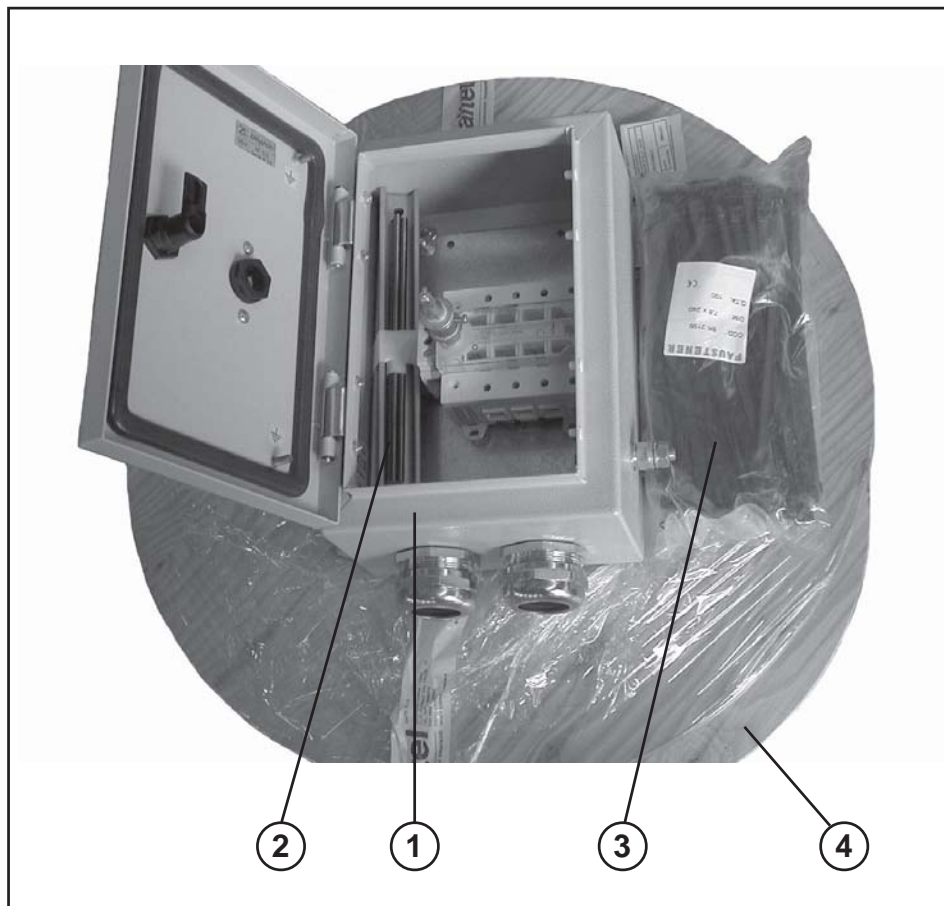
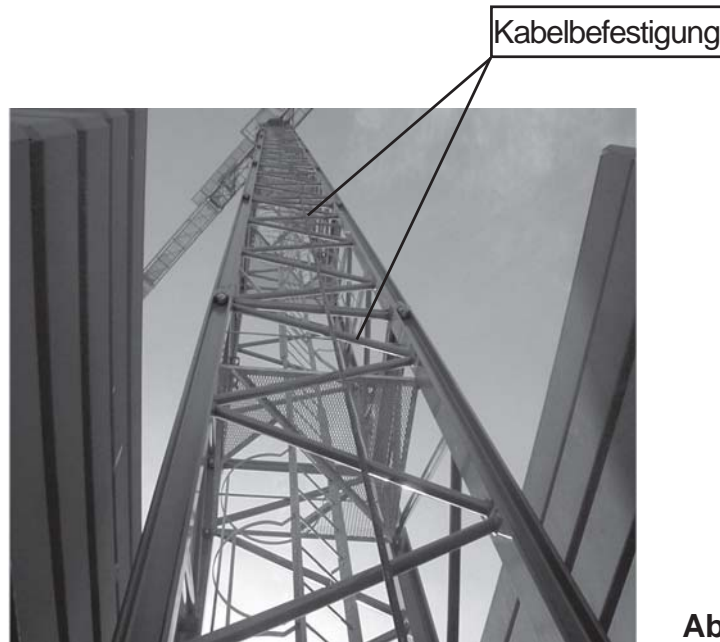

Abb.1.2.1
Abb. 2.2.1
Der Basiskabelbausatz (Abb. 1.2.1) besteht aus einem Kabel (4) mit angemessenem Querschnitt und Länge (konfiguriert für eine Turmhöhe von 5 oder 7 Turmschüssen und gekennzeichnet durch verschiedene Codes, und zwar je nach Höhe und Modell der betreffenden Kräne – siehe Tabelle 1.2.1), aus einem Trennkasten (1) sowie aus einem Befestigungssatz für den Kasten (2) und aus Kabelbindern (3). Die beiden zuletzt genannten Zubehörteile sind in dem Kasten positioniert.
Das Basiskabel ist auf eine Spule (4) gewickelt (Abb. 1.2.1), um den Hebevorgang und das Abwickeln des Kabels zu erleichtern.
Nach erfolgter Montage des Drehwerks am letzten Turmschuss, das Basiskabel mit den mitgelieferten Kabelbindern (3) (Abb. 1.2.1) an jedem Turmschuss bis zum Kranfuß sichern (Abb. 2.2.1).
Gemäß der Abbildung 2.2.3, den Leitungskasten an der unteren Turmstrebe des Kranfußes befestigen, und zwar mit dem mitgelieferten Befestigungsbausatz (2) (Abb. 1.2.1), der vier Gewindestangen (1), zwei Platten 30x5 (2), acht Unterlegscheiben M6 (3) und acht Muttern M6 (4) beinhaltet.